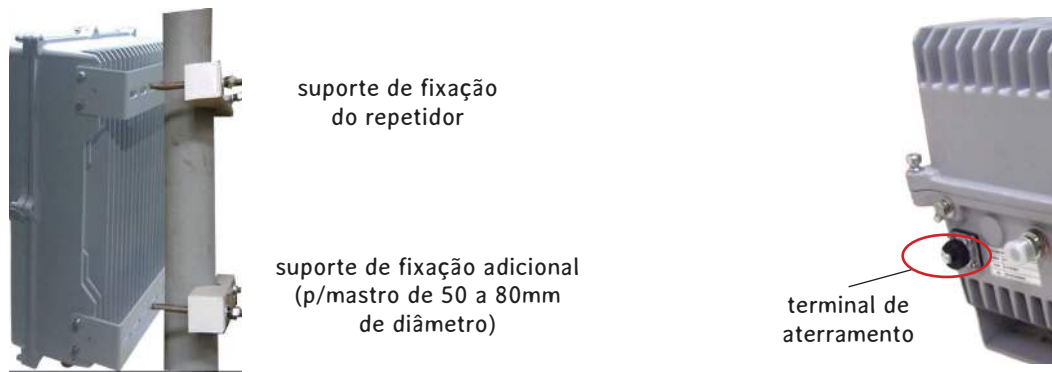
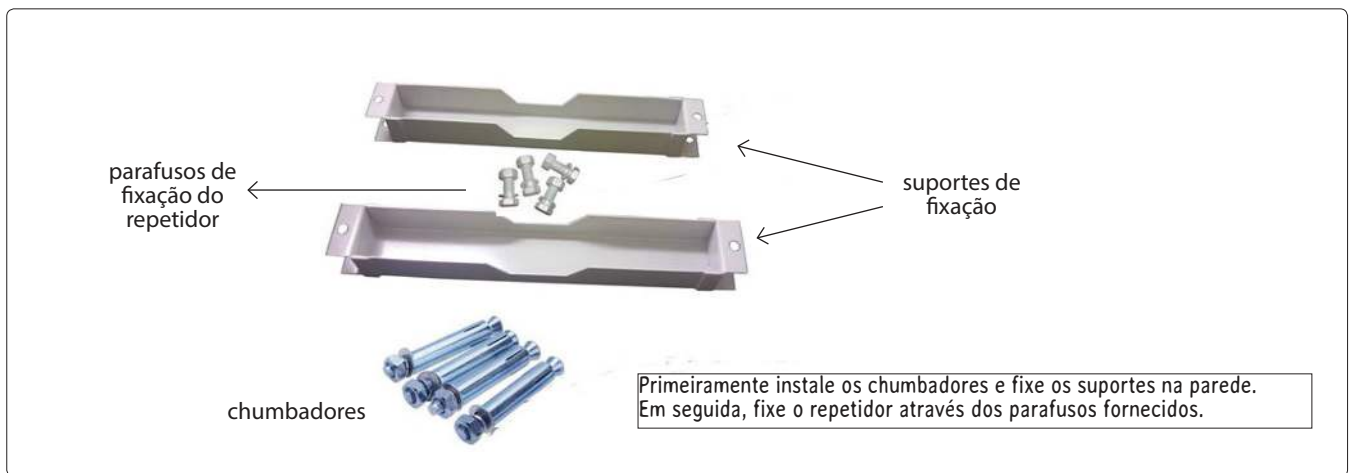

Fig. 4
Fig. 5
1. Instale o repetidor conforme o plano especificado e layout do site, podendo ser montado em parede (fig. 4), mastro, poste, torre ou em outro local apropriado utilizando os suportes adequados (fig. 5).